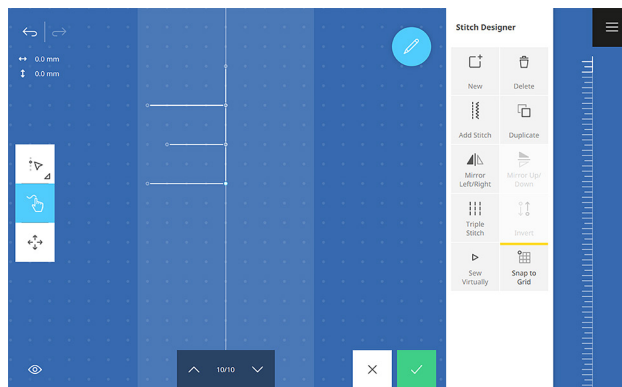

Fig. 10
9. Repeat Steps 5-6 (Fig. 10).